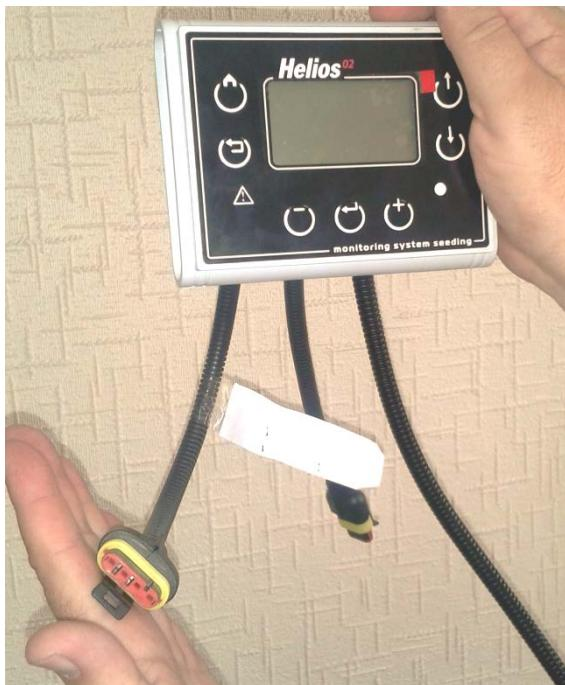

Рисунок 22
1. Отключить все датчики высеива от кабельного ввода жгута связи на панели оператора (четырехконтактный разъем, см. «Рисунок 22»).
2. Датчик, которому нужно установить новый программный адрес, подключить к кабельному вводу жгута связи на панели оператора (см. «Рисунок 22»).